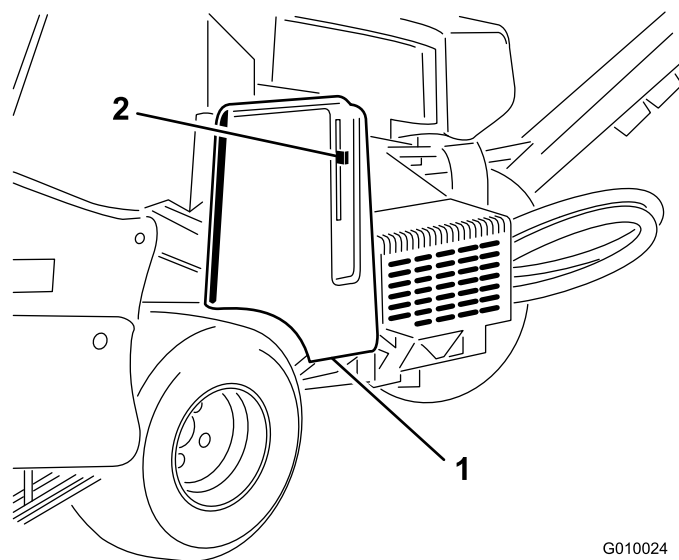
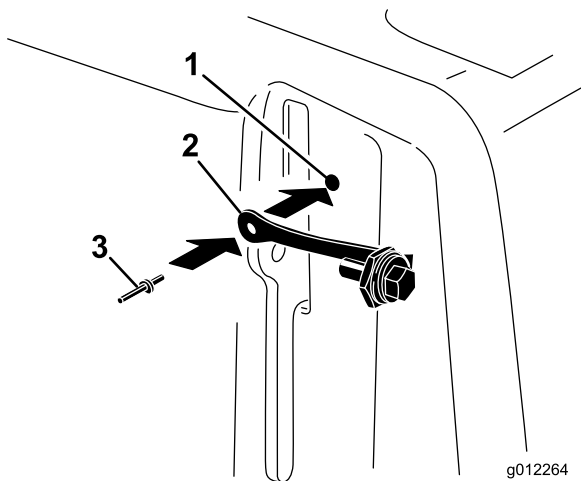

Figura 16
Figura 17
1. Localize o orifício na cobertura da correia junto da ranhura para a alavanca de bloqueio (Figura 16 e Figura 17).
2. Prenda o conjunto do cordão ao orifício da cobertura da correia com um rebite cego (Figura 17).